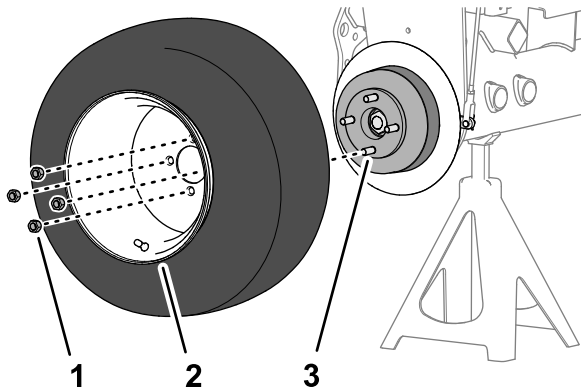

Figura 63
- Retire las 4 tuercas que sujetan la rueda delantera al cubo, y retire la rueda (Figura 63).